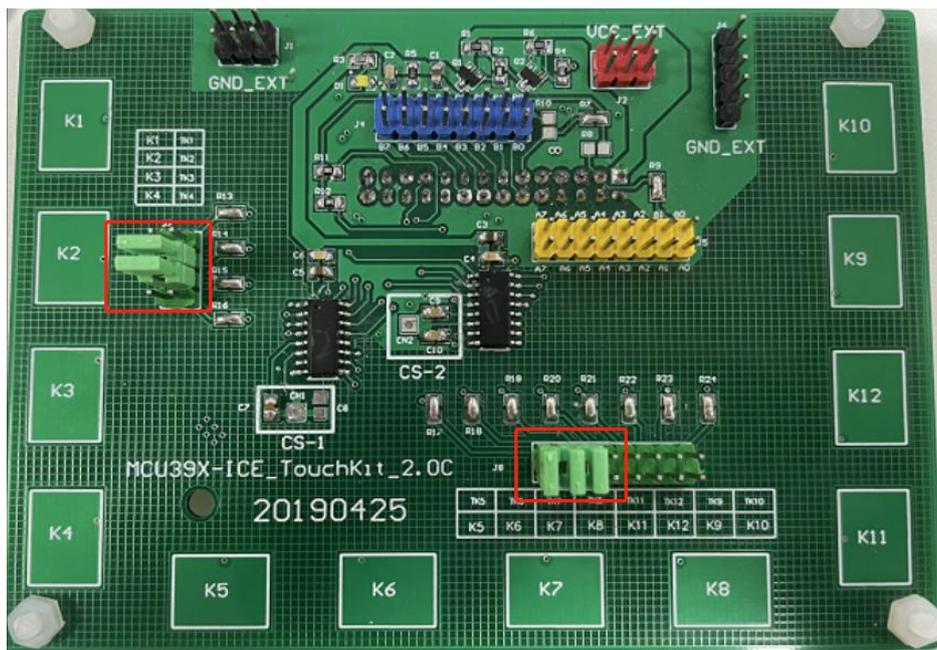

图 1
3. 由于 MCU39X 仿真板是按照 PMS164 的触摸脚顺序排列的，所以 PMS161 使用 MCU39X 仿真板仿真时，需参考下表短接对应的触摸脚，具体短接方法如图 1 所示。实际 IC 则不需改变。